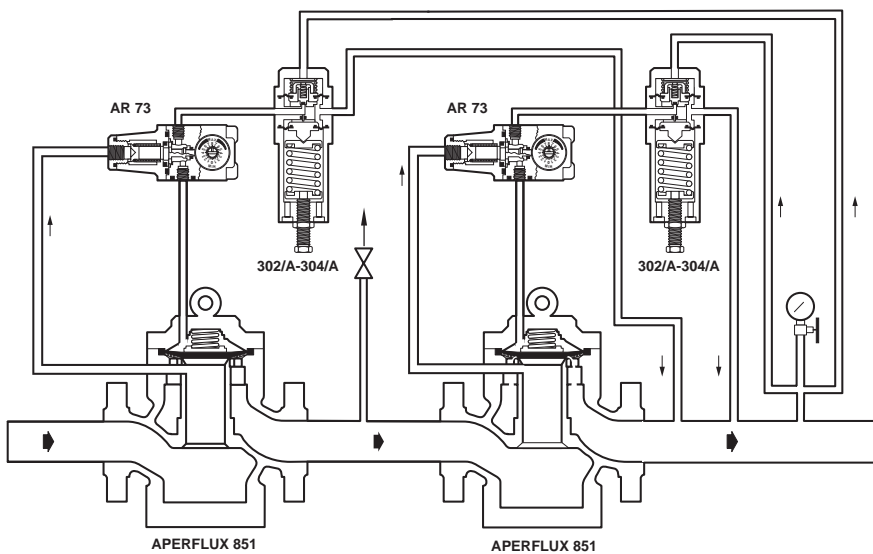

Fig. 18
- regolatore APERFLUX 851, in tutto uguale al regolatore principale (fig. 18).
- *APERFLUX 851 regulator, the same in all ways as the main regulator (fig. 18).*
- APERFLUX 851, genau dem Hauptregler entsprechend (Fig. 18).
- un détendeur APERFLUX 851 parfaitement identique au détendeur principal (Fig. 18).
- regulador APERFLUX 851, igual en todo al regulador principal (fig. 18).
- regulador APERFLUX 851, exactamente igual ao regulador principal (fig. 18).